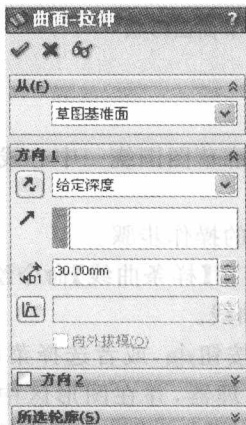

图 1-4 【曲面-拉伸】属性管理器及拉伸曲面过程
(2) 单击常用曲面工具栏中的【拉伸曲面】按钮,或者选择菜单栏【插入】→【曲面】→【拉伸曲面】命令,系统弹出【曲面-拉伸】属性管理器,同时图形区切换为等轴测视图,如图 1-4 所示。
(3) 设置属性管理器选项。设置拉伸曲面起始条件为【草图基准面】,终止条件为【给定深度】,在【深度】输入框中键入深度值为 30。单击【反向】按钮可以改变拉伸曲面的方向。单击【确定】按钮完成拉伸曲面,如图 1-4 所示。